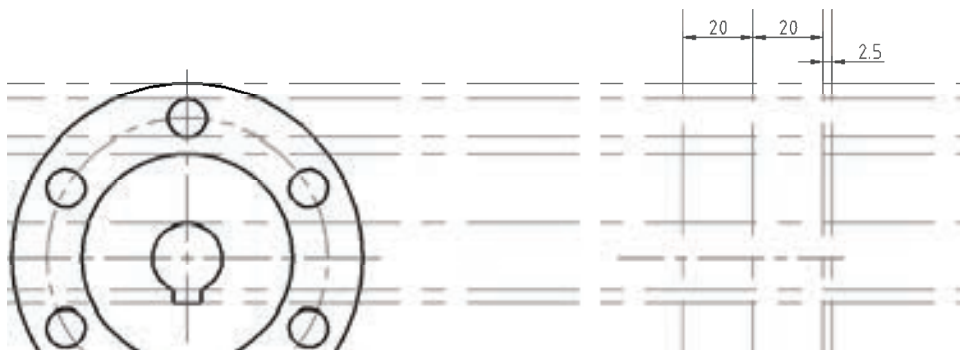

图 8-37 创建偏移线
12) 偏移操作。在“修改”面板中单击“偏移”按钮, 由垂直构造线创建图 8-37 所示的偏移线, 这些偏移线都位于原垂直构造线的左侧, 它们将作为绘图的辅助线。